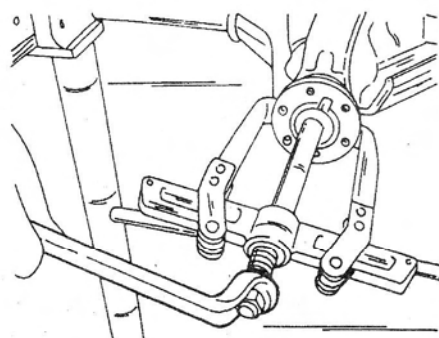

Рис. 201. Снятие фланца редуктора заднего моста.
- Снять фланец редуктора заднего моста с помощью съемника (рисунок 201). С внутренней стороны фланца имеется канавка, которая находится напротив канавки на валу конической шестерни. Это важно при установке. Проверить поверхность фланца в месте установки сальников, так как может быть необходима замена фланца.